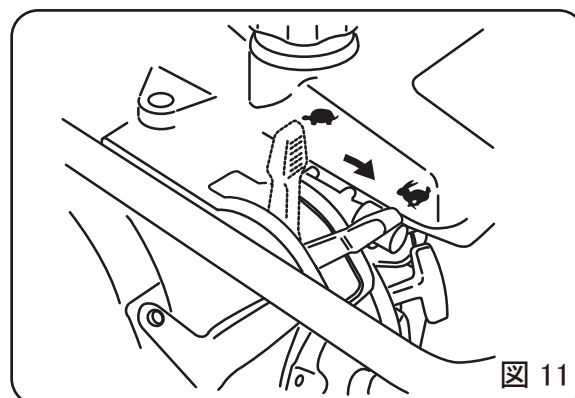

図 11
- 1 调速レバーをアイドルリング(🔌)から運転(🔌)の位置へ開きますと(図11)タンピングランマーが作動を始めます。この操作をゆっくり行いますと作動が不規則になり、クラッチ、バネ、フートを痛めます。